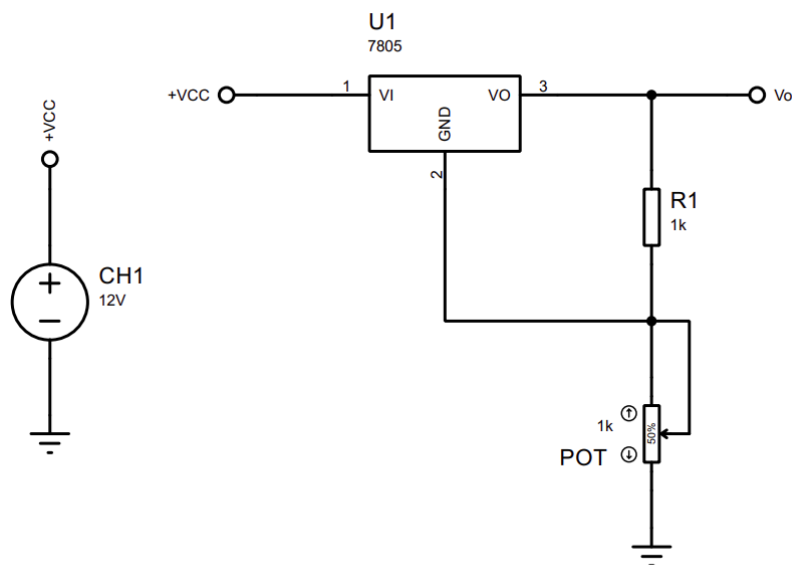

Figura 5: Regulador de voltaje variable.
1. Armar el circuito de la Figura 5.